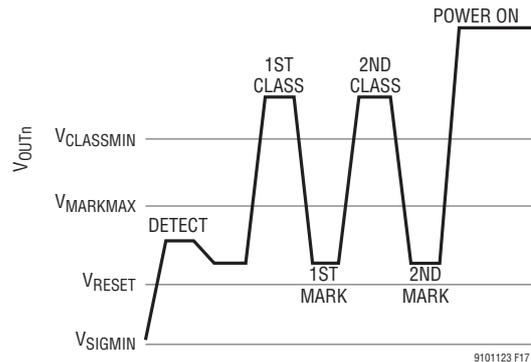

図 17. タイプ2のPSE(2イベント・クラス・シーケンス)
25.5Wを要求するタイプ2 PDは、すべてのクラス・イベント時にクラス・シグネチャ4を示します。供給可能電力が25.5Wのタイプ2 PSEは、図17に示すように、最初のクラス・イベント時にクラス・シグネチャ4を認識すると、PDにVMARK(代表値9V)を供給し、少し間を置いてから2番目のクラス・イベントを発行します。2番目のクラス・イベントは、PSEが25.5Wを割り当てたことをPDに知らせます。